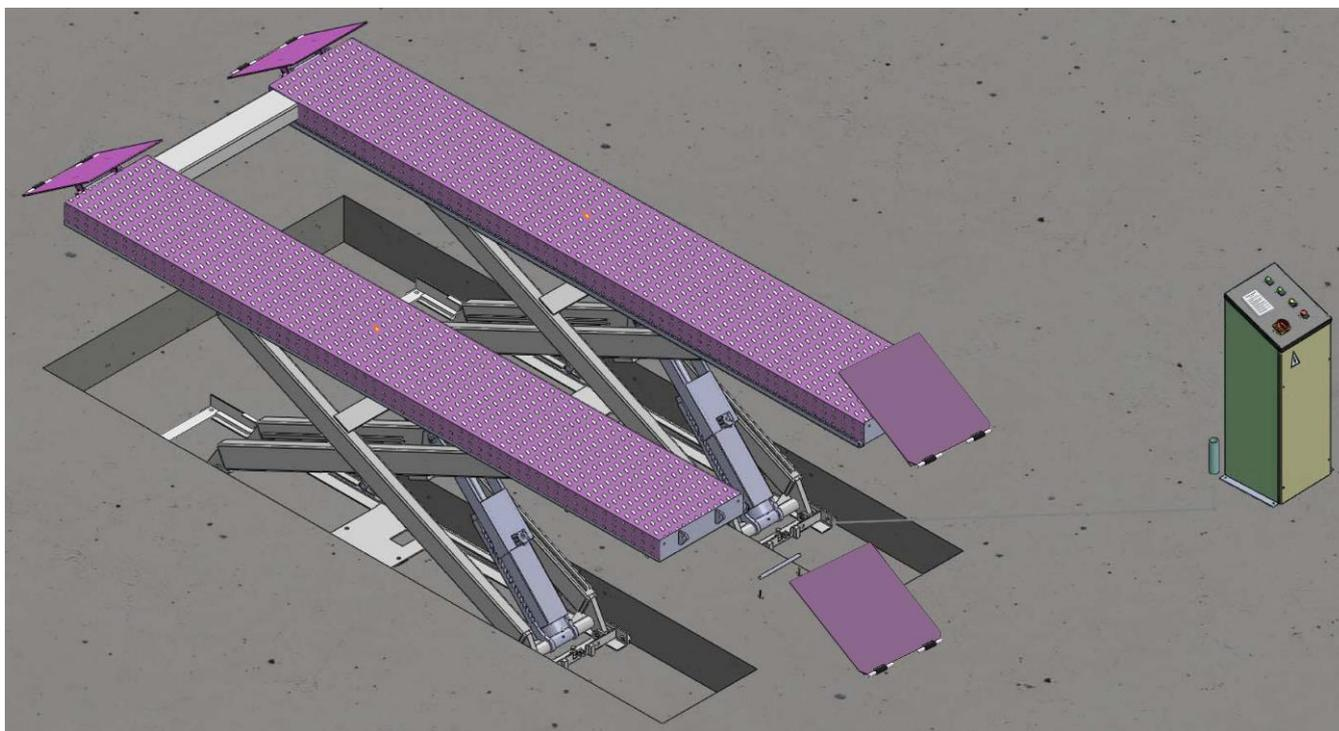

Рис. 8
2.2 Изображение X400 (PX09) при заглубляемой установке (Рис.8).